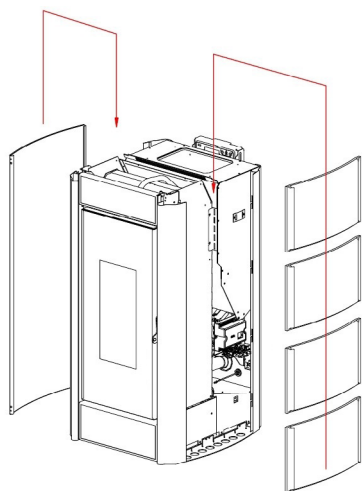

Fig. 31 - Einsetzen der Seiten
- Die Seiten in ihre Führungen einsetzen und sie langsam bis ganz nach unten absenken (siehe **Fig. 31 a pag. 23**).